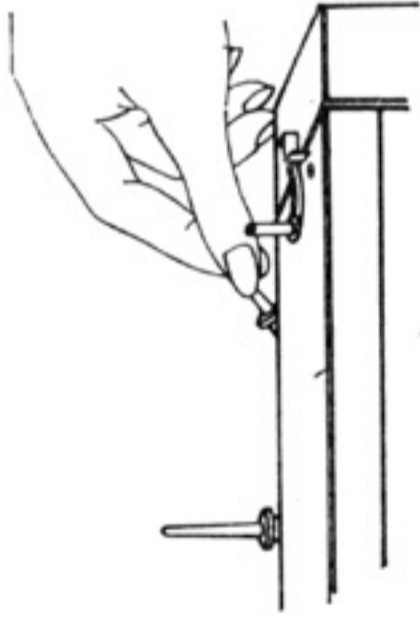

Рис. 8
10. Стержни для катушек (рис. 8)